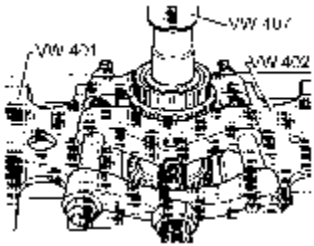

图 9-93 压入 5 挡、倒挡同步器体
(6) 压出 5 挡和倒挡的同步器体时，按图 9-93 所示使用分离装置 A (22~115mm) 压出 5 挡同步器体和换挡齿轮。